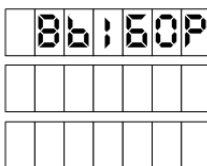

Рисунок 13
Если параметру "Выбор топлива" (133) задано значение "по снятию крана", то при предъявлении карты автоматически выбирается рукав, пистолет которого снят. Если на момент предъявления карты не снят ни один пистолет на табло ТРК отобразится приглашение снять пистолет (рисунок 13).